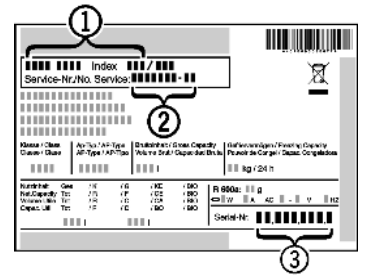

Fig. 7
- ▶ Z nazivne ploščice odčitajte oznako aparata *Fig. 7 (1)*, servisno št. *Fig. 7 (2)* in serijsko št. *Fig. 7 (3)*. Nazivna ploščica se nahaja na levi strani notranjosti aparata.
- ▶ Obvestite servisno službo in jim povejte, za kakšno napako gre, povejte pa tudi oznako aparata *Fig. 7 (1)*, servisno št. *Fig. 7 (2)* in serijsko št. *Fig. 7 (3)*.